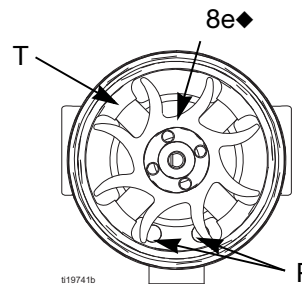

BILD 30. Fläktorientering
7. Håll spolenheten (8a) på en arbetsbänk med fläktänden uppåt. Bänd loss fläkten (8e) från spindeln (S) med en bred skruvmejsel.
10. Montera det nya bottenaxellagret (8b1) på spindelns långa ände (S). Axellagrets plattare sida måste vara vänt bort från magneten (M). Montera på spolen (8a) så att axellagerknivarna ligger jämnt mot spolens yta.
12. Håll spolenheten (8a) på en arbetsbänk med fläktänden uppåt. Tryck på fläkten (8e) på långa änden av spindeln (S). Fläktbladen måste vändas som i BILD 30.
13. Tryck försiktigt in lindningen (8a) framänden på huset (8d) medan stiftet på lindningen passas in mot spåret i huset. Tredarkontakten (PC) måste placeras under det bredare urtaget (W) på husflikarna.
14. Vrid fläkten (8e) om så behövs så att den går fri för de fyra lagerflikarna (T) på baksidan på huset. Se till att bottenaxellagrets knivar (8b1) är i linje med flikarna.